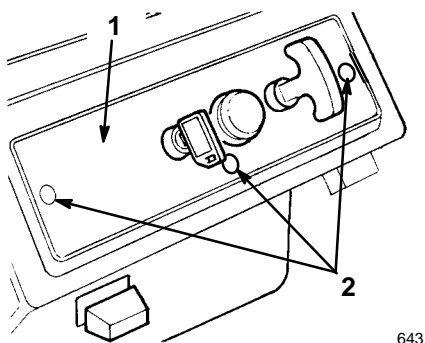

Abbildung 22
1. Drei Kopfschrauben entfernen, mit denen die Bedienungskonsole am Gehäuse befestigt ist (Abb. 22).